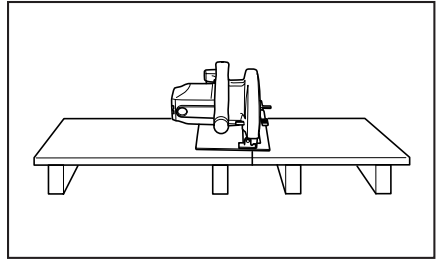

Fig. 1 Para evitar retrocesos bruscos, sostenga el panel cerca del corte.
**Sostenga los paneles grandes para minimizar el riesgo de que la hoja se pinche o RETROCEDA BRUSCAMENTE.** Los paneles grandes tienden a combarse debido a su propio peso. Los soportes deben colocarse debajo del panel a ambos lados, cerca de la línea de corte y del borde del panel, tal como se muestra en la Fig. 1.